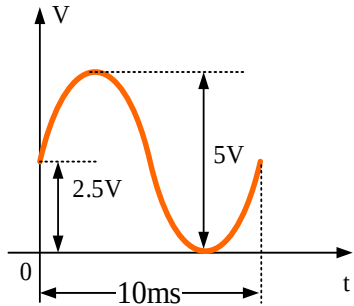

图 3 叠加在直流上的正弦波
- 1、 调节函数发生器，产生如图 3 所示叠加在直流上的正弦波信号，其中直流分量为 2.5V，交流分量峰峰值为 5V，信号频率为 100Hz；